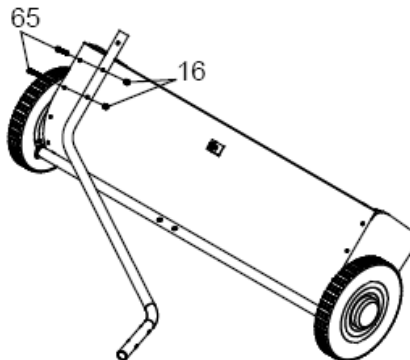

Abbildung 2
- Verbinden Sie mit Hilfe der Flachkopfschraube (65) und der Sicherungsmutter (16) das rechte Kupplungsrohr (H) (siehe Abbildung 2). Ziehen Sie die Schrauben noch nicht fest!
- Wiederholen Sie das gleiche mit dem linken Kupplungsrohr (C).